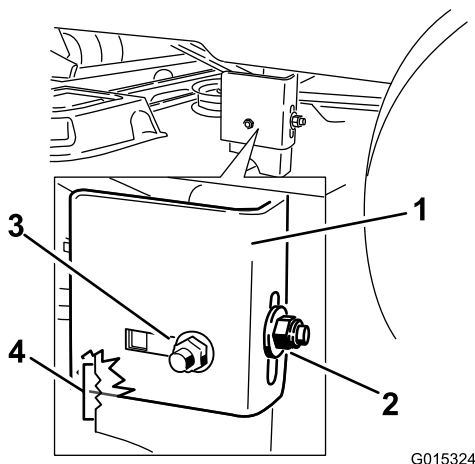

Figure 52
10. Arrêtez le tablier de coupe et vérifiez sa hauteur, puis serrez l'écrou de blocage arrière sur le support pour fixer cette nouvelle position (Figure 52). Serrez l'écrou de blocage latéral sur le support.